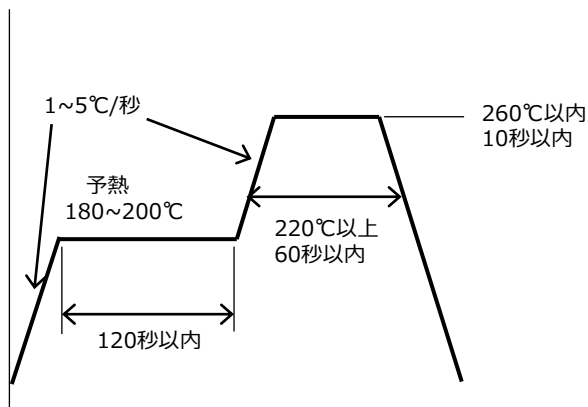

図8. リフロー推奨条件
- ①リフローによるはんだ付けは、2回まで可能です。
- ②リフロープロファイルは図8の条件を参考に、ご使用になるはんだペーストの推奨条件に合わせてください。
- ③ピーク温度からの冷却温度勾配は、急冷却を避けてください。
- ④大気リフローの場合は、リフロー時の熱や雰囲気の影響により、光学的劣化を起こすことがあります。リフローに際しては、窒素リフローを推奨します。